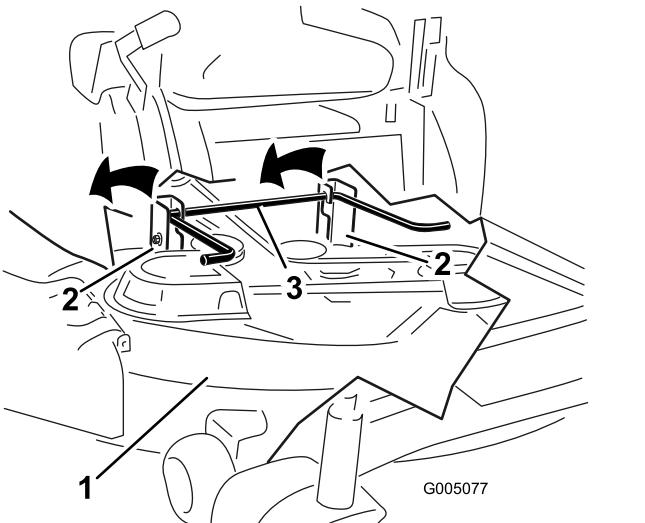

Figure 59
- 6. Soulevez et enlevez le tablier de coupe et les supports de la tige de levage arrière et abaissez la tondeuse au sol avec précaution (Figure 59).
5. Soulevez l'arrière du tablier de coupe et guidez les supports sur la tige de levage arrière (Figure 59).